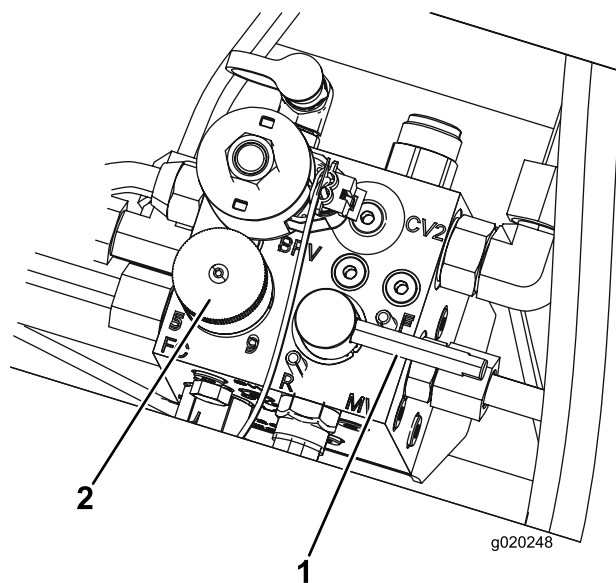

Figura 101
3. Mova a alavanca de retificação para a posição F (corte) (Figura 101).